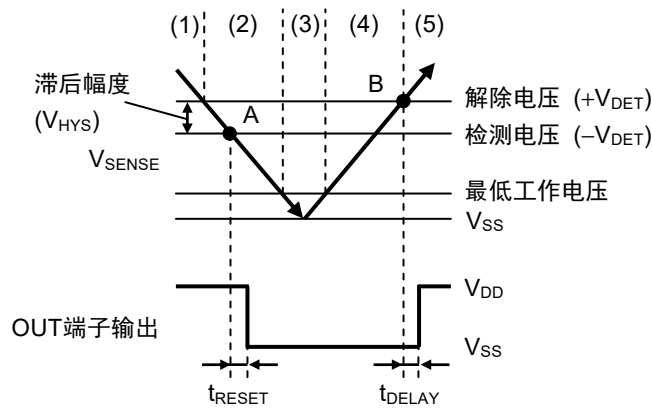
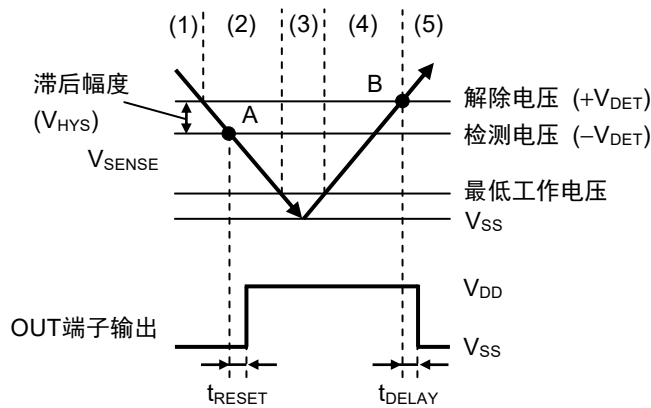

图33 S-19110系列N型的时序图
图35 S-19110系列P型的时序图
滞后幅度表示检测电压与解除电压之间的电压差 (图25、图27、图33、图35中B点的电压 - A点的电压 = VHYS)。在检测电压与解除电压之间带有滞后幅度，可以防止在因噪声等侵入输入电压时而产生的误工作。
$V_{SENSE}$ 为 $-V_{DET}$  (图33的A点) 以下时, 输出方的N沟道晶体管变为开, 经过检测延迟时间 ( $t_{RESET}$ ) 后, 从OUT端子输出 $V_{SS}$  (输出 "L")。
(4) 即使 $V_{SENSE}$ 超过了 $-V_{DET}$ , 在不足 $+V_{DET}$ 的情况下, 仍会输出 $V_{SS}$ 。
(5) 再继续使 $V_{SENSE}$ 上升, 上升到 $+V_{DET}$  (图33的B点) 以上时, N沟道晶体管变为关, 在输出被上拉的情况下, 经过解除延迟时间 ( $t_{DELAY}$ ) 后, 从OUT端子输出 $V_{DD}$ 。
$V_{SENSE}$ 为 $-V_{DET}$  (图35的A点) 以下时, 输出方的N沟道晶体管变为关, 在输出被上拉的情况下, 经过检测延迟时间 ( $t_{RESET}$ ) 后, 从OUT端子输出 $V_{DD}$  (输出 "H")。
(4) 即使 $V_{SENSE}$ 超过了 $-V_{DET}$ , 在不足 $+V_{DET}$ 的情况下, 仍会输出 $V_{DD}$ 。
(5) 再继续使 $V_{SENSE}$ 上升, 上升到 $+V_{DET}$  (图35的B点) 以上时, N沟道晶体管变为开, 经过解除延迟时间 ( $t_{DELAY}$ ) 后, 从OUT端子输出 $V_{SS}$ 。